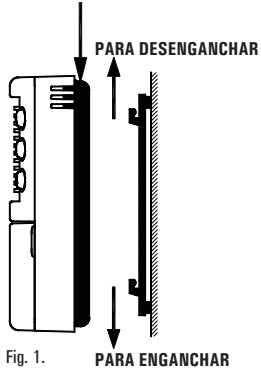

Fig. 1.
1. Desenganchar la plancha a muro conectada debajo de la base del cronotermostato como se indica en la Fig. 1.